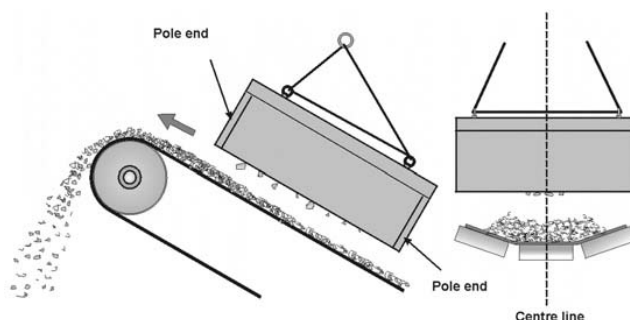
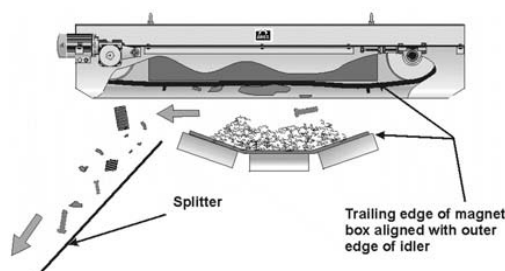

Figura 5
Figura 6
- Magneții suspendați cu curățare manuală trebuie să fie instalați pe linia mediană a transportorului de material, figura 5. Magneții suspendate cu autocurățare trebuie să fie instalați cu marginea de observare a cutiei magnetice imediat deasupra marginii exterioare a dispozitivului de transport pe partea care nu descarcă. A se vedea figura 6.